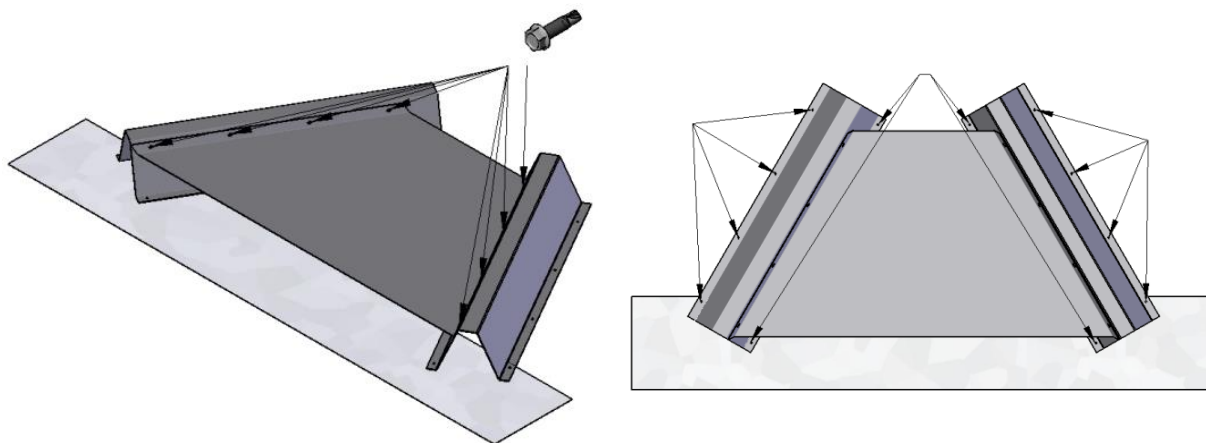

FIGURE 7 ASSEMBLAGE ET INSTALLATION DE L'ESPACEUR INFÉRIEUR
2. Puis assemblez l'écran radiant sur les supports de l'espaceur inférieur (voir Figure 7) en utilisant huit grosses vis autotaraudeuses (fournies).
4. En utilisant des vis à bois d'au moins 1 1/2" (non fournies), attachez solidement les côtés gauche et droit de l'espaceur inférieur au plancher, de même que l'avant et l'arrière des deux côtés intérieurs, tel que montré à la Figure 7. Si possible, fixez l'espaceur inférieur aux solives de plancher avec des vis à bois de 3" (non fournies).